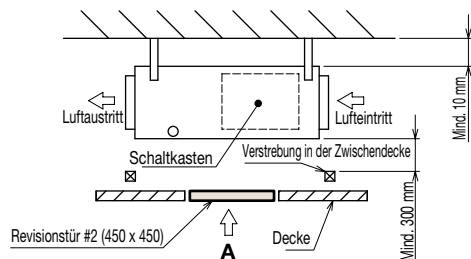
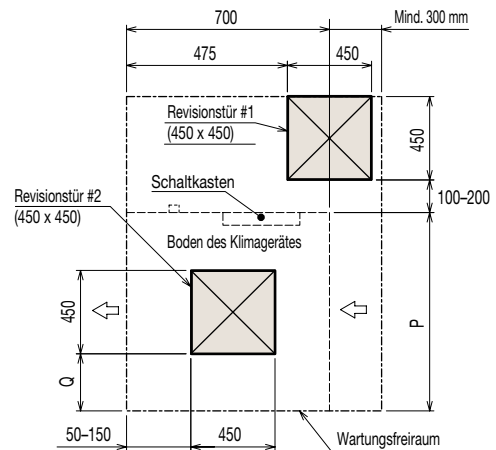

Abb. 1
Abb. 2 (Ansicht aus Richtung Pfeil A)
- (1) Bei mindestens 300 mm Abstand zwischen Kanalgerätunterkante und der Oberkante Zwischendecke (Abb. 1) sehen Sie zwei Revisionsöffnungen #1 und #2 (jeweils 450 x 450 mm), wie in Abb. 2 gezeigt, vor. Wenn der Platz unterhalb des Gerätes ausreichend ist, dass eine Service-Person dort bequem arbeiten kann, ist die Revisionsöffnung #2 nicht unbedingt erforderlich.